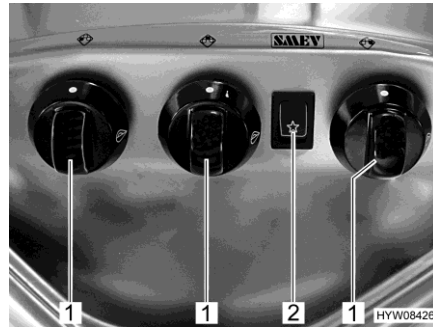

Bild 136 Bedienelemente (Gaskocher)
- Drehregler (Bild 136,1) der gewünschten Brennstelle auf Zündposition (große Flamme) drehen.
- Wippschalter (Bild 136,2) drücken. Am Brenner werden Zündfunken erzeugt.